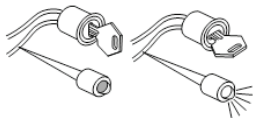

Рис.7: используйте тестовый свет для определения подходящего провода
- когда рулевой переключатель будет установлен, проложите два провода с клеммами к месту крепления контактора. Соедините конец красного провода с проводом замка зажигания транспортного средства. Для поиска необходимого провода замка зажигания используйте тестовый пробник (рис.7). Напряжение в проводе должно быть только при позиции ключа «ON»